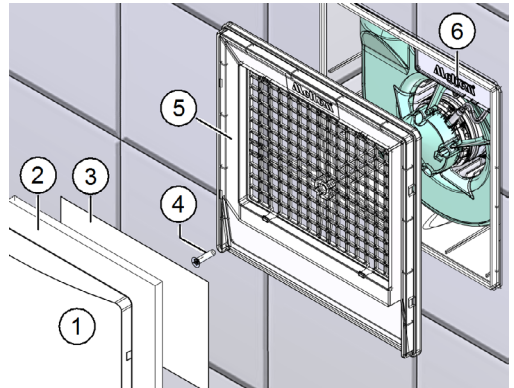

Abb. 10: Anschlussdeckel entfernen
- ▶ Greifen Sie an einer Ecke von unten in den Ansaugdeckel (Pos. 1 in Abb. 10) und ziehen Sie den Ansaugdeckel vom Filterträger (Pos. 5 in Abb. 10) ab.
- ▶ Entfernen Sie den Filter (Pos. 2 in Abb. 10) und ggf. das Reguliervlies (Pos. 3 in Abb. 10, nur bei Lüftern mit einer Luftleistung von 60 m3/h mit seitlichem Ausblas).
- ▶ Entfernen Sie die M6-Senkkopfschraube (Pos. 4 in Abb. 10).
- ▶ Entfernen Sie den Filterträger (Pos. 5 in Abb. 10).
- ▶ Entfernen Sie den Anschlussdeckel (Pos. 6 in Abb. 10). Die Potentiometer zur Einstellung der Lüfterfunktion befinden sich hinter dem Anschlussdeckel.
- ▶ Setzen Sie den Anschlussdeckel (Pos. 6 in Abb. 10) wieder ein .
- ▶ Setzen Sie den Filterträger (Pos. 5 in Abb. 10) auf.
- ▶ Befestigen Sie den Filterträger mit der M6 Senkkopfschraube (Pos. 4 in Abb. 10).
- ▶ Setzen Sie ggf. das Reguliervlies (Pos. 3 in Abb. 10, nur bei Lüftern mit einer Luftleistung von 60 m3/h mit seitlichem Ausblas), den Filter (Pos. 2 in Abb. 10) und den Ansaugdeckel (Pos. 1 in Abb. 10) auf das Gerät auf.